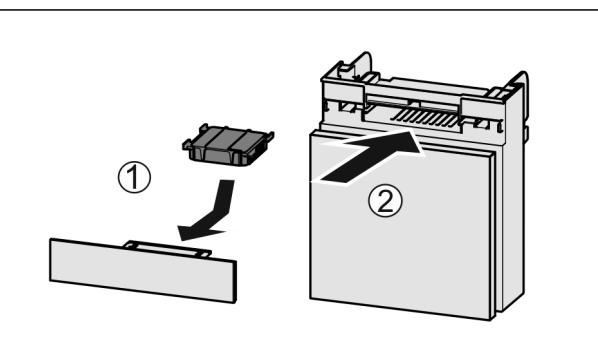

Fig. 54
- Установите фильтр с активированным углем, как показано на рисунке Fig. 54 (1).
► Вставьте отделение Fig. 54 (2).